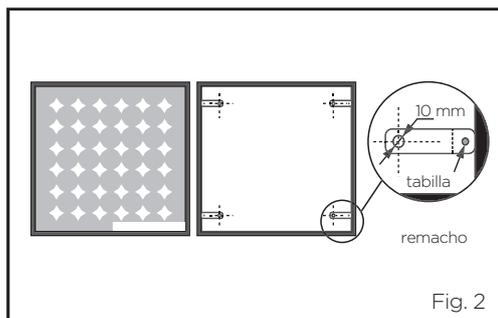

Fig. 2
- sacar el cristal de las ranuras de la carcasa de la luminaria (Fig.2-cristal removido para mayor claridad);